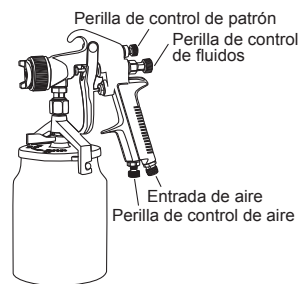

Figura 1 - Establecimiento frasco de pintura de alimentación de presión
1. Sacar la pistola de pulverización y se unen a un bote de pintura adecuada con alrededor de 3/4 de la pintura. Se refieren a la presión de alimentación de pintura Bote Set-up en la Figura 1. Asegúrese de que el cartucho está instalado con la pistola de pulverización firmemente y correctamente.